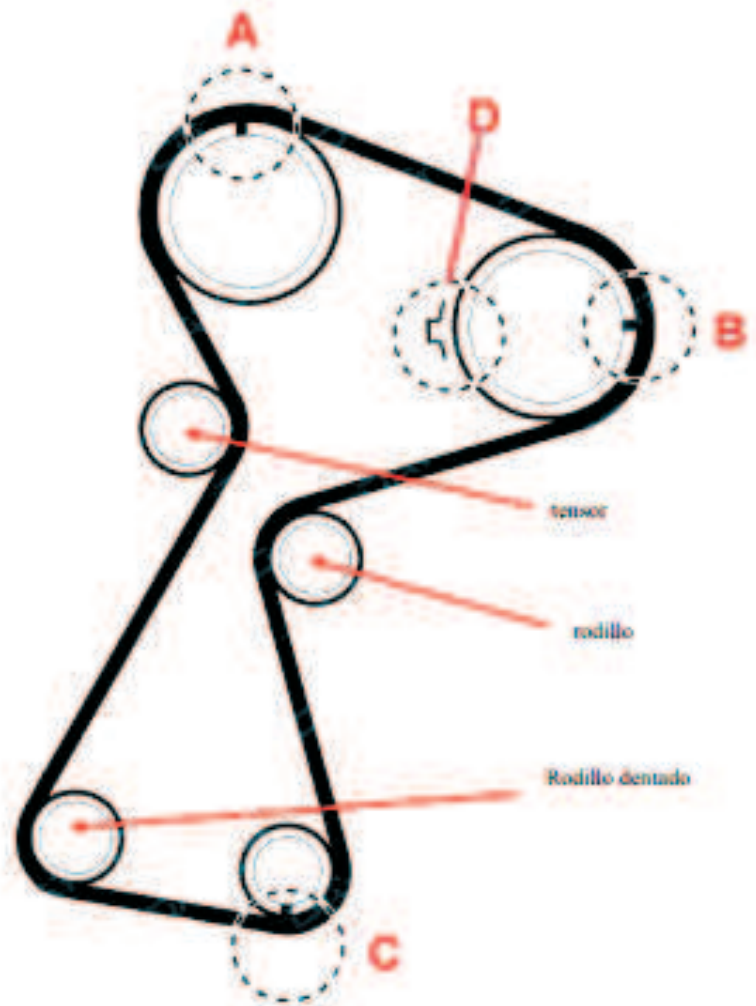
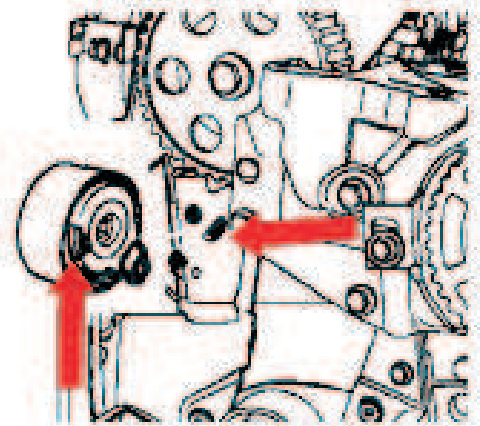
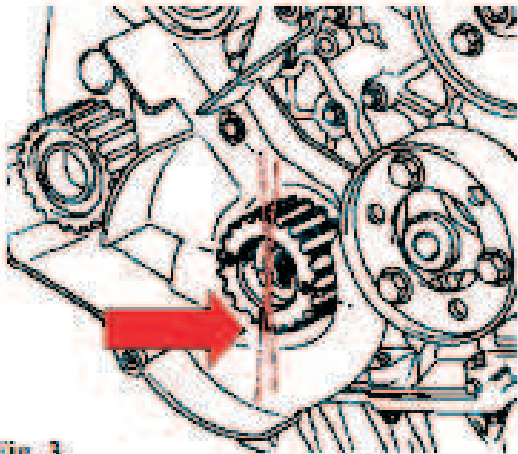

Fig. 1
Fig. 2
Fig. 3
- Compruebe que la marca de regulación del piñón del cigüeñal (C) esté desplazada de un diente a la izquierda, como se muestra en la Fig. 3.
- Compruebe que la herramienta de bloqueo (N.1200-01) del piñón de la bomba de inyección esté montado (D).
- Sirviéndose de una llave de tipo Allen, gire la lengüeta del tensor en sentido contrario a las agujas del reloj y después, empuje el tensor hacia el motor (Fig. 1), hasta que la aleta del tensor quede colocada en la ranura de la culata (Fig. 2).